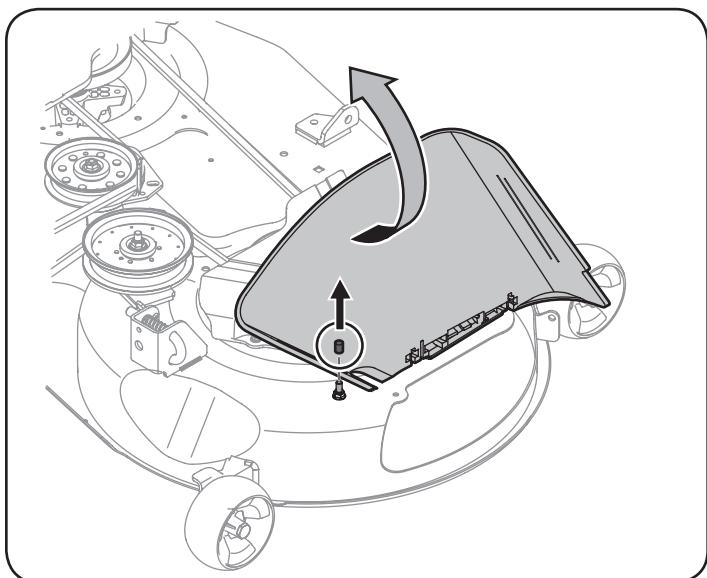

Figura 3
- Haga pivotar el deflector del canal hacia arriba y quite la cubierta protectora de la clavija que se encuentra en la superficie de la plataforma. Consulte la Figura 3.